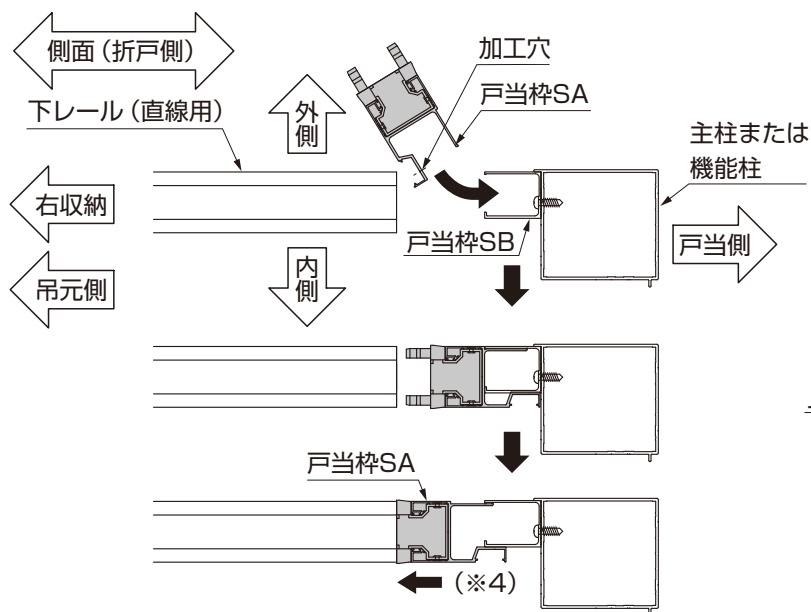

図10-1
- 戸当柵SAを、戸当柵SBに差込んで、上レールAに突き当てたのち（※3）、戸当柵SAを吊元側に引き戻して（※4）取付けてください。（図10-1、図10-2参照）
- ①ベース材が土間仕上げ面から露出する場合は、下レールにシーリングをしてください。
- ②下レール（連結材）の外側の水抜き穴（※1）を軽く打ち抜いてください。